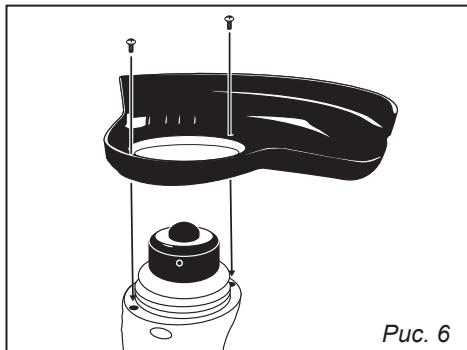

Рис. 6
3. Установите защитный кожух на корпус электродвигателя и зафиксируйте его при помощи винтов (рис. 6).